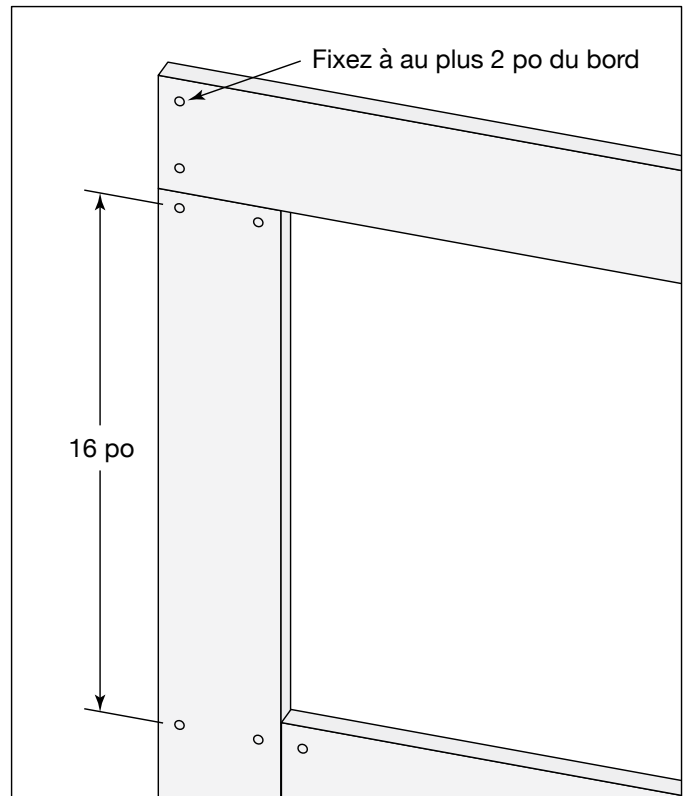

Fig. 7
- Lors de l'installation de la finition TruExterior, permettez aux pièces de finition supérieures de se prolonger jusqu'aux bords des pièces de finition verticales. La finition du bas doit s'insérer entre les deux pièces latérales verticales (**Fig. 7**).